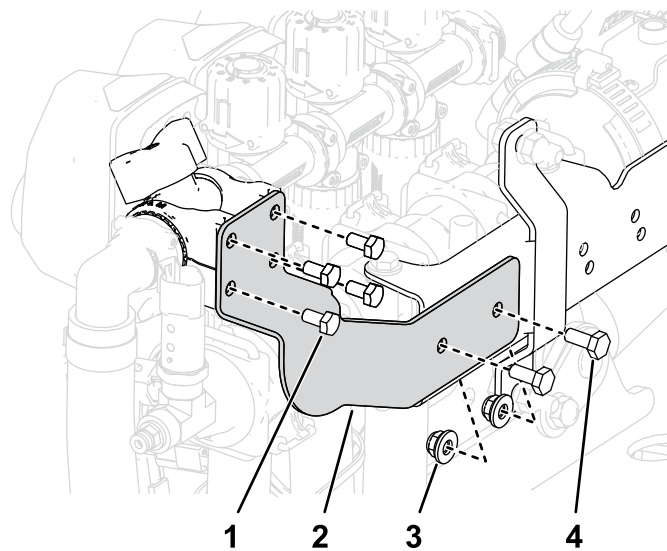

Figura 24
1. Remova o suporte da válvula de controlo existente e a válvula de controlo existente (Figura 24).